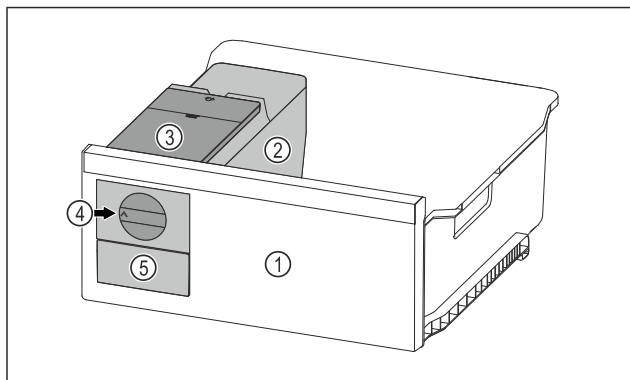

Fig. 90 Beispielhafte Darstellung
- Drehknopf Fig. 90 (4) im Uhrzeigersinn bis zum Anschlag drehen.
- Eismwürfel fallen aus der Eismwürfelschale in das Eismwürfelschubfach Fig. 90 (5).